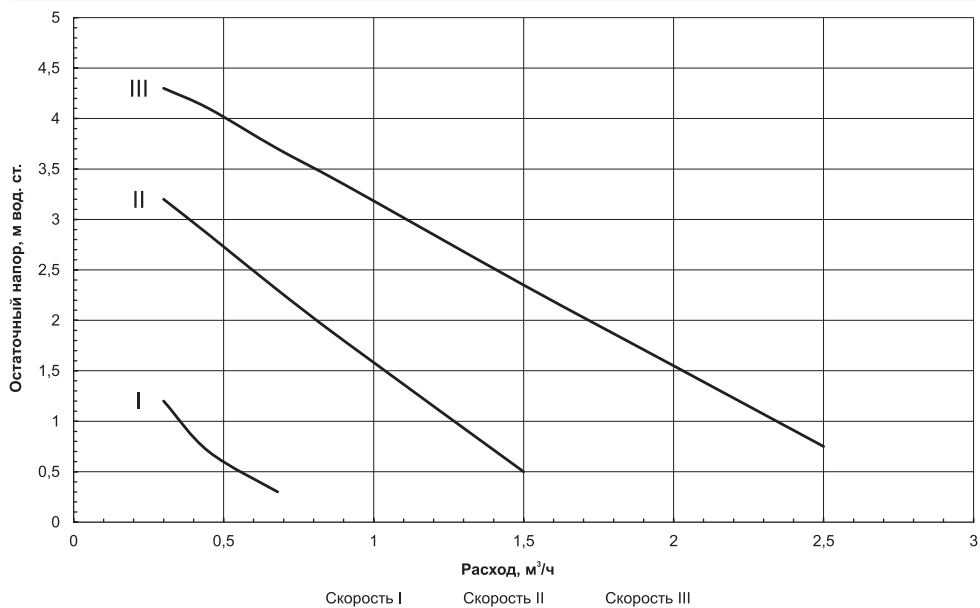

Рис. 19 Напорные характеристики циркуляционного насоса 20/60
* Напорные характеристики циркуляционного насоса приведены на **Рис. 19**.